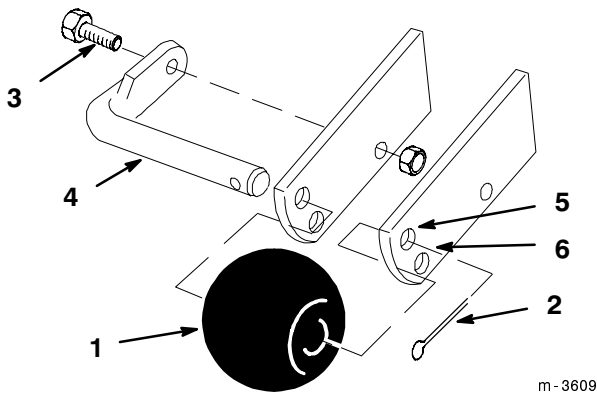

Figure 28
2. Retirer la goupille fendue, le boulon et l'axe pour changer celui-ci de trous (Fig. 28).
3. Insérer l'axe dans les trous appropriés en fonction de la hauteur de coupe envisagée (Fig. 28).